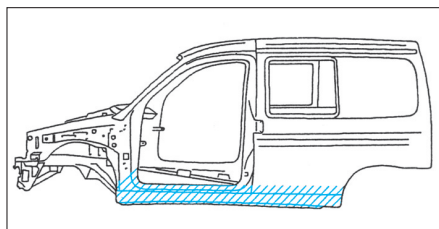

FIG. 68
- Pulvériser de la cire fluide (Fig.68).